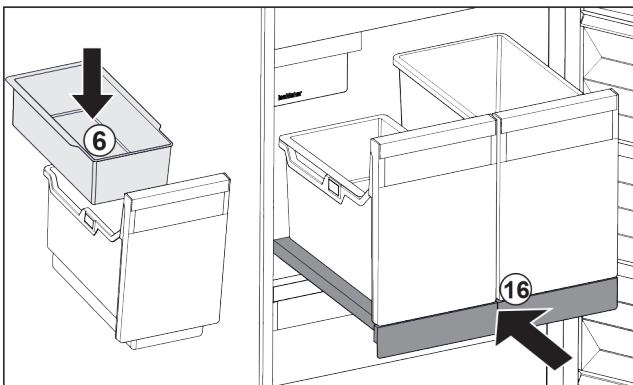

Fig. 107
- ▶ Вставити підвісний лоток Fig. 107 (6) для кубиків льоду.
- ▶ Вставити витяжну панель з резервуаром (IceTower). Fig. 107 (16)